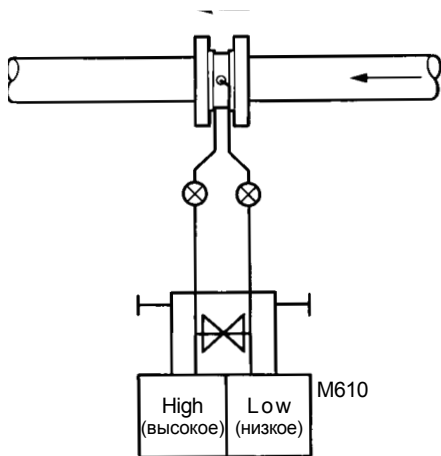

Рис. 14 Жидкости, газы, пар
6.7 Расположение импульсных трубок и M610 зависят от среды. См. Рис. 14 - 17.
Если из-за ограничения в пространстве невозможно расположение элементов как показано на рис. 14, то возможно расположение M610 сверху. (Для жидкостей необходимо предусмотреть установку камер (А) для выпуска скопившегося воздуха.